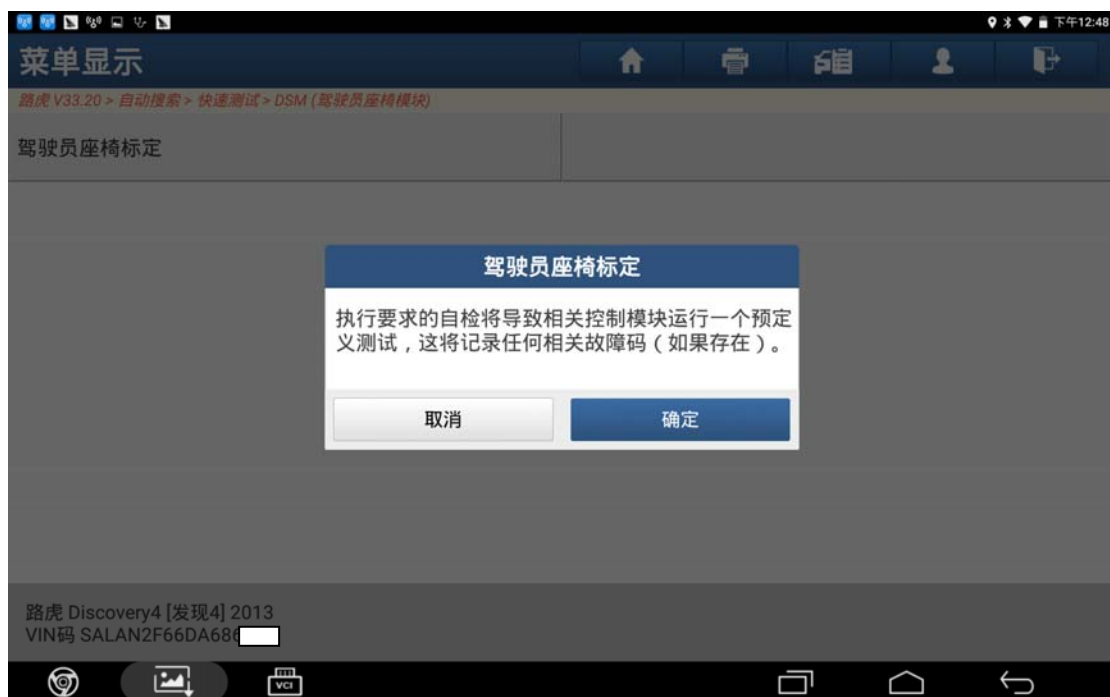

图 9
9). 提示“执行要求的自检将导致相关控制模块运行一个预定义测试，这将记录任何相关故障码”，点击“确定”，如图 9；